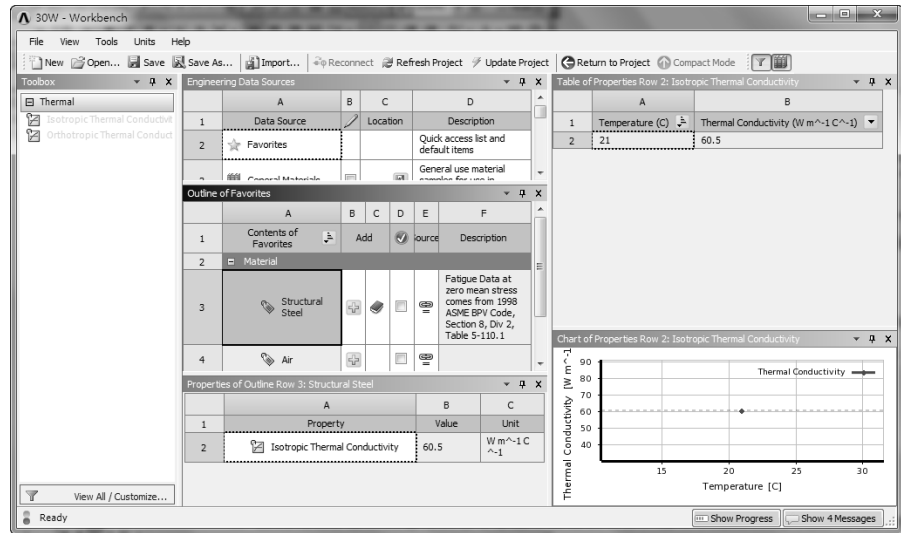

图 11-27 材料参数设置界面
2) 在界面的空白处任意位置单击鼠标右键，在弹出的快捷菜单中选择【Engineering Data Sources (工程数据源)】命令，原界面窗口中的【Outline of Schematic B2: Engineering Data】窗口消失，取代以【Engineering Data Sources (工程数据源)】和【Outline of Favorite (优先列表)】窗口，如图 11-27 所示。